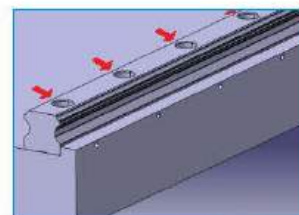

图4 安装后的检查
(C) 按顺序将导轨的定位螺丝锁紧,使导轨与转向安装面紧密相接。(如图4)